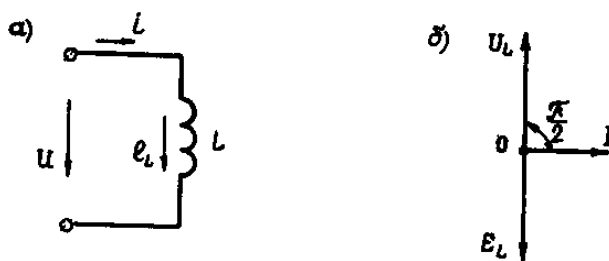

Рис. 3. Цепь переменного тока, содержащая идеальную индуктивную катушку:
Широкое применение находят электрические цепи переменного тока, состоящие из катушек, обладающих индуктивностью. Причем активное сопротивление, характеризующее тепловые потери  $i^2 r$ , и межвитковая емкость у таких катушек столь незначительны, что ими можно пренебречь. Такие индуктивные катушки принято называть **идеальными**. Рассмотрим свойство электрической цепи, состоящей из идеальной индуктивной катушки (рис.3,а). Пусть в катушке под действием переменного напряжения  $u$  протекает синусоидальный ток  $i = I_m \sin \omega t$ . Ток, имеющий место в катушке, создаст переменное магнитное поле, изменение которого вызывает в катушке ЭДС самоиндукции
Выражение (8) показывает, что для поддержания синусоидального тока в цепи с идеальной катушкой напряжение на ее зажимах должно быть также синусоидальным, опережающим по фазе ток на угол  $\pi/2$ . При этом ЭДС самоиндукции, как видно из выражения (7), отстает по фазе от тока на  $\pi/2$ . На рис. 3,б представлена векторная диаграмма цепи переменного тока с идеальной индуктивной катушкой. Несовпадение по фазе тока и напряжения на катушке объясняется тем, что напряжение пропорционально не мгновенному значению тока  $i$ , а скорости его изменения  $di/dt$ , которая имеет максимум при прохождении тока через нулевое значение и минимум при достижении током своего максимального значения.